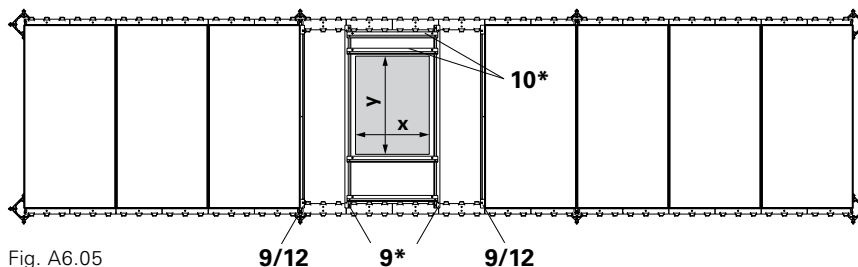

Fig. A6.05
Instalar a viga de extremidade SRT 150-2 (9) verticalmente na extremidade do painel. Inserir a viga de extremidade SRT 150-2 (9*) numa posição suspensa no pilar. Do mesmo modo, inserir a viga de extremidade SRT 75-2 (10*) na viga de extremidade (9*) numa posição suspensa. (Fig. A6.05 + A6.06)